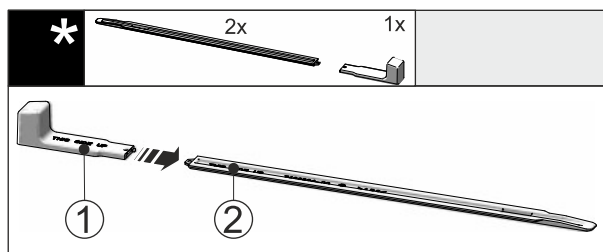

Fig. 44
- ▶ Montážní úchyt Fig. 44 (1) připevněte k nivelační liště Fig. 44 (2).